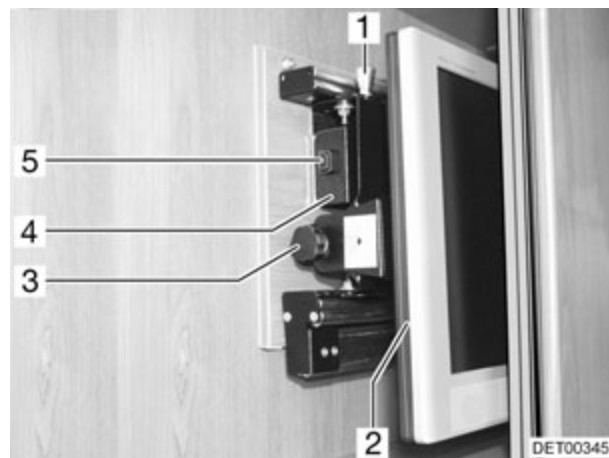

Fig. 67 Armario de TV (variante 2)
- Presionar el botón de desbloqueo (Fig. 67,5) y tirar el soporte para la pantalla plana hacia adelante hasta el tope agarrándolo del tirador (Fig. 67,4).
- Tirar del botón de desbloqueo (Fig. 67,1) y girar el televisor (Fig. 67,2) a la posición deseada.
- Soltar el tornillo moleteado (Fig. 67,3).